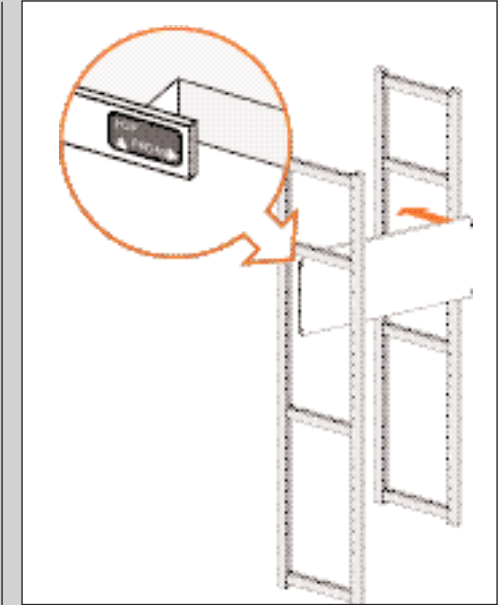

ABBILDUNG 11
1. Bringen Sie den Boden zwischen zwei Ständer. Achten Sie bei Fachböden auf das Etikett (siehe Abb. 11).